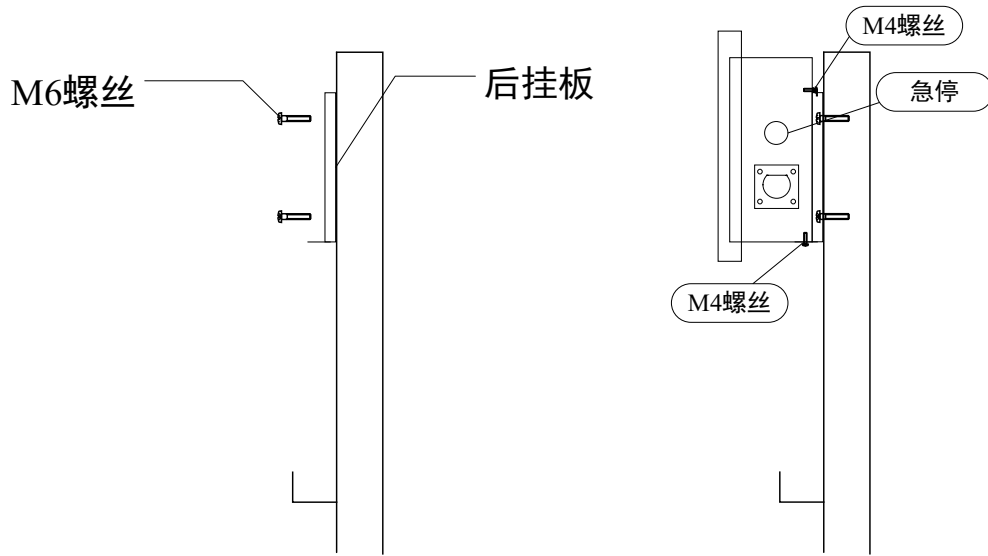

图 5-5 安装充电主机
(6) 先把后挂板与立柱贴合对准螺丝孔位，再用 3 个 M6 的机制螺丝从立柱前面锁付紧固，最后将充电主机从上往下挂在后挂板上，底部再用 M4 的螺丝锁付紧固，可见图 5-5。